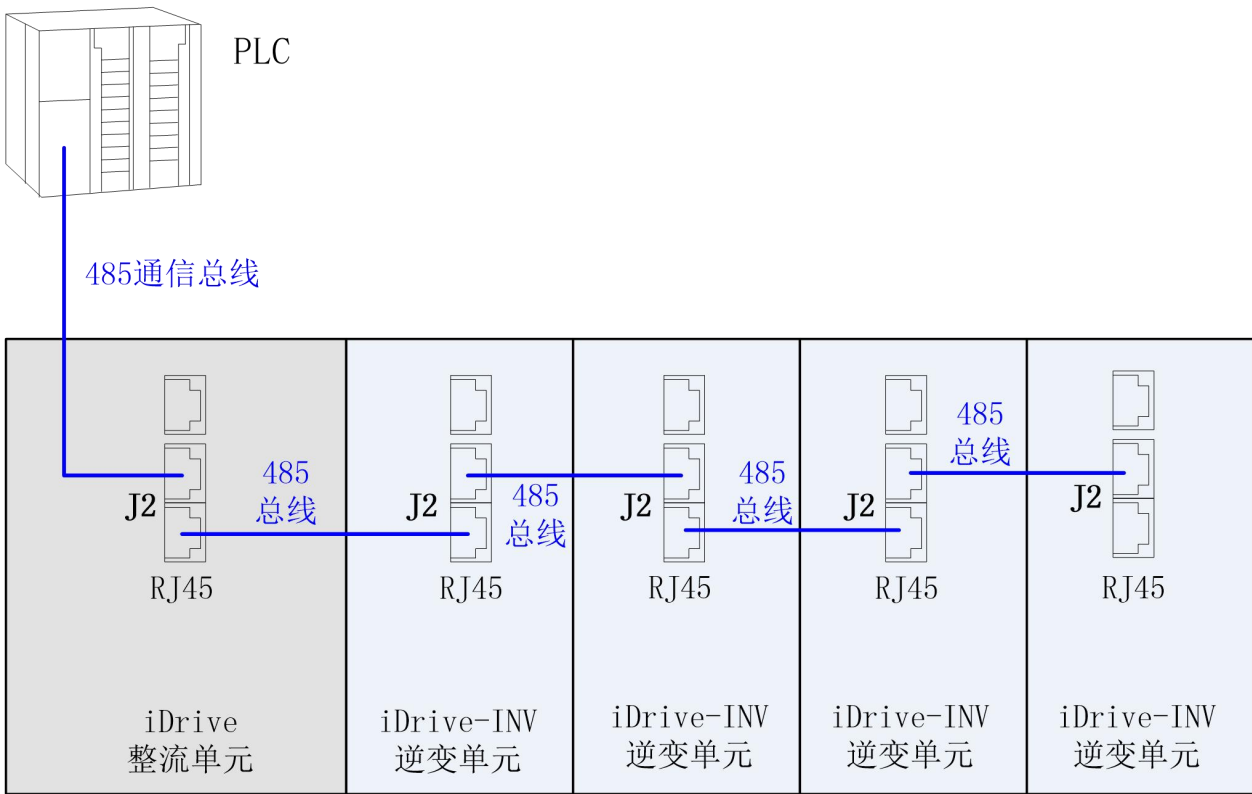
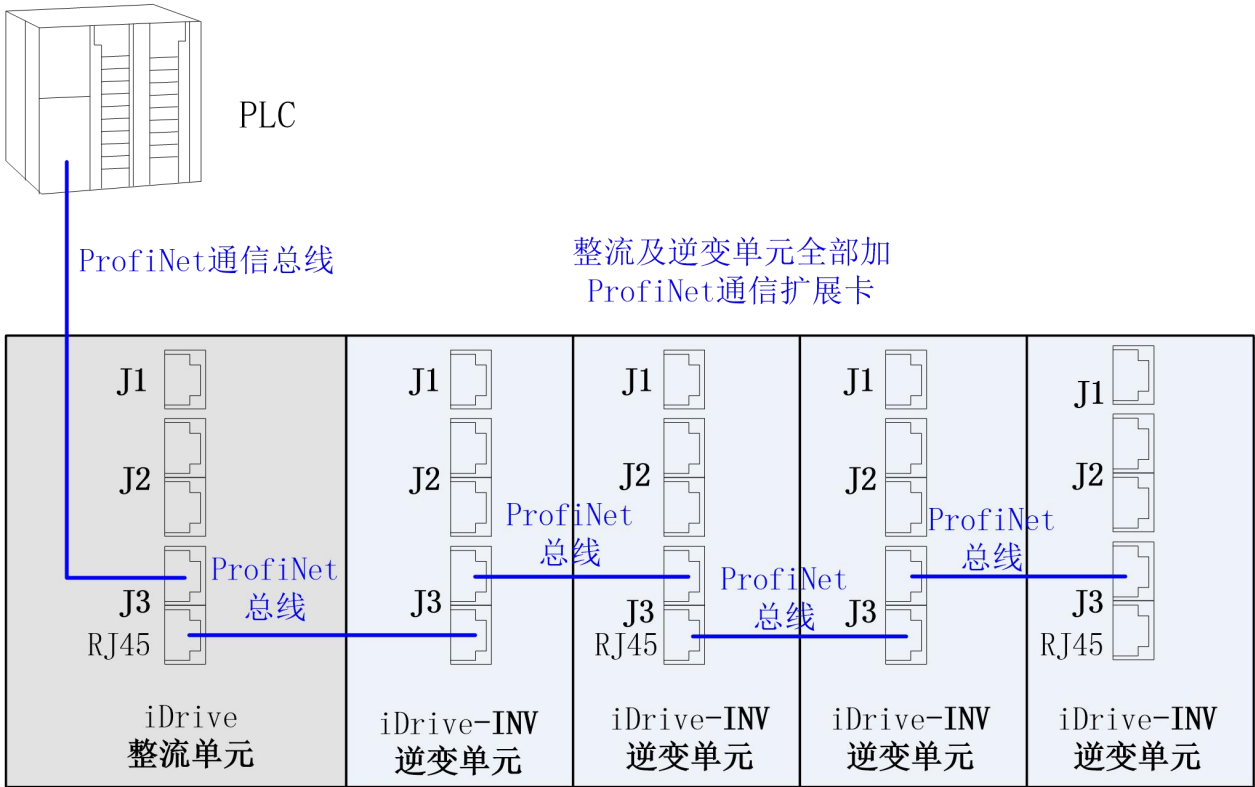

图 3-8 Modbus-485 通信组网示意图
图 3-10 ProfiNet 通信组网示意图
③ J2 为 485/CAN 复用端口，双 RJ45 网口设计，组网方便，可以进行 485 通信组网，也可以进行 485 转 Can 通信组网，见图 3-8 和 3-9。
④ 485 转 CAN 组网时，上位机 PLC 只和一台从机通过 485 总线进行通信，所有从机单元之间通过 CAN 总线进行通信，485 从机负责接收来自 PLC 的所有信息、并通过 CAN 把这些信息分发给其它单元，485 从机同时也负责把所有单元的信息上传给 PLC。所有从机单元之间通过 CAN 总线通信，速率快，可靠稳定，适用于同步控制要求较高的应用场合。
⑤ J3 为通信扩展接口，可扩展 ProfiNet、EtherCAT 等各种通信总线，端口采用双网口设计，组网方便，参见图 3-10、3-11、3-12。